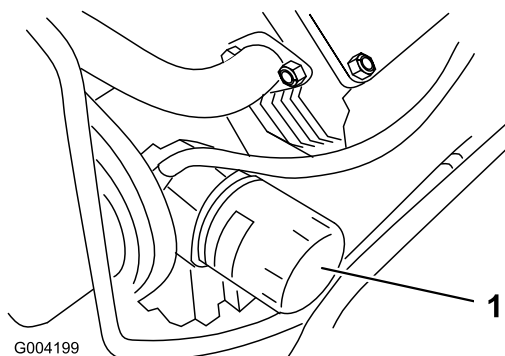

Figura 37
3. Togliere il filtro usato (Figura 37) e pulire la superficie della guarnizione dell'adattatore del filtro.